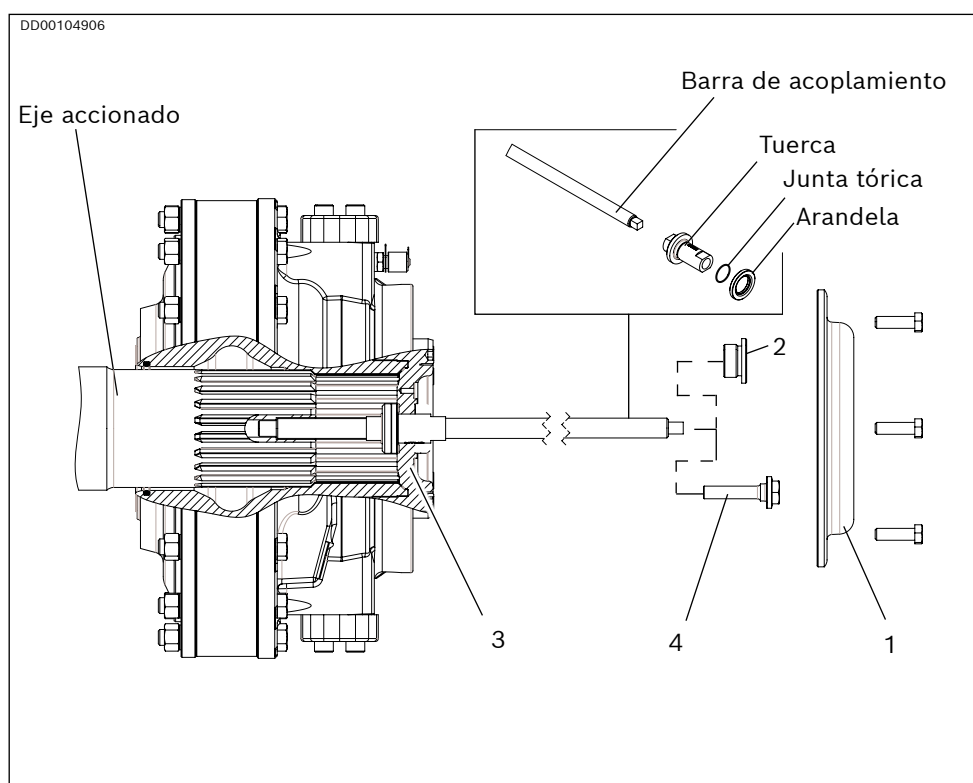

Fig. 58: Extracción del motor de estrías CA
3. Retire la cubierta del extremo (1) junto con los tornillos y las arandelas.
4. Desinstale el juego de instalación (4) o el tapón G 1" (2).
5. Retire el retenedor de rodamiento (3). El aceite se drenará hacia el exterior.
6. Instale la herramienta de montaje con la tuerca conforme a Fig. 58. Atorníllela en el eje accionado usando una llave inglesa en la manilla de la herramienta de montaje.
7. Vuelva a colocar el retenedor de rodamiento (3).